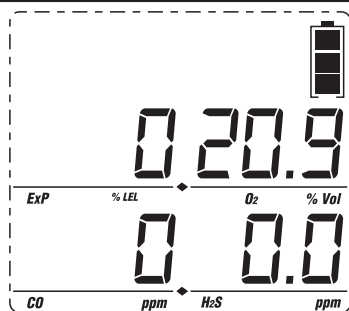
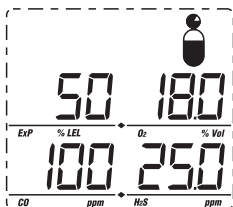
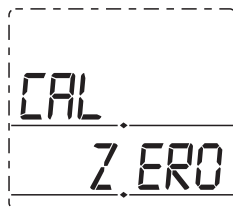
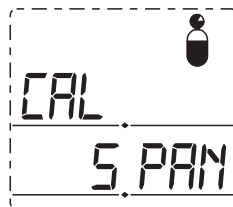

Fig. 5
Fig. 16
Fig. 17
Fig. 21
Luego de un encendido normal, el equipo presenta en el *display* la concentración detectada para cada gas y el nivel de carga de batería (Fig. 5). La concentración de **oxígeno (O₂)** se indica en % del volumen, la de **gases combustibles** en % del **LEL** (Lower Explosive Limit; límite inferior de explosividad) y en partes por millón (ppm) para el **ácido sulfhídrico (H₂S)** y el **monóxido de carbono (CO)**. El cambio de los niveles de concentración es indicado en tiempo real en el *display*, si exceden los umbrales predefinidos (ver 4), se activarán las alarmas correspondientes (ver 3). Si esto sucede, debe abandonar el ambiente de trabajo inmediatamente y dirigirse a una zona segura.
Ir al modo CALIBRACIÓN (ver 2) (Fig. 16). Mantener presionado el botón durante 3 segundos hasta que aparece la leyenda "CAL ZERO" y el ícono  en la pantalla (Fig. 17). Volvemos a presionar el botón otros 3 segundos hasta que comienza la calibración mientras se presenta una cuenta regresiva de 10 segundos en el ángulo inferior derecho del display (Fig. 18). Si la calibración es exitosa observaremos la pantalla de la Fig. 19. Presionando el botón una vez regresamos a la pantalla "CAL ZERO" (Fig. 16); si no hacemos nada el equipo retorna automáticamente al modo DETECCIÓN (Fig. 5).
Con el equipo conectado al suministro de gas de referencia, ir hasta la pantalla de la Fig. 16 como se indica en apartado precedente y luego presionar el *botón* una vez más hasta que aparezca la pantalla con la leyenda "CAL SPAN" (Fig. 21).